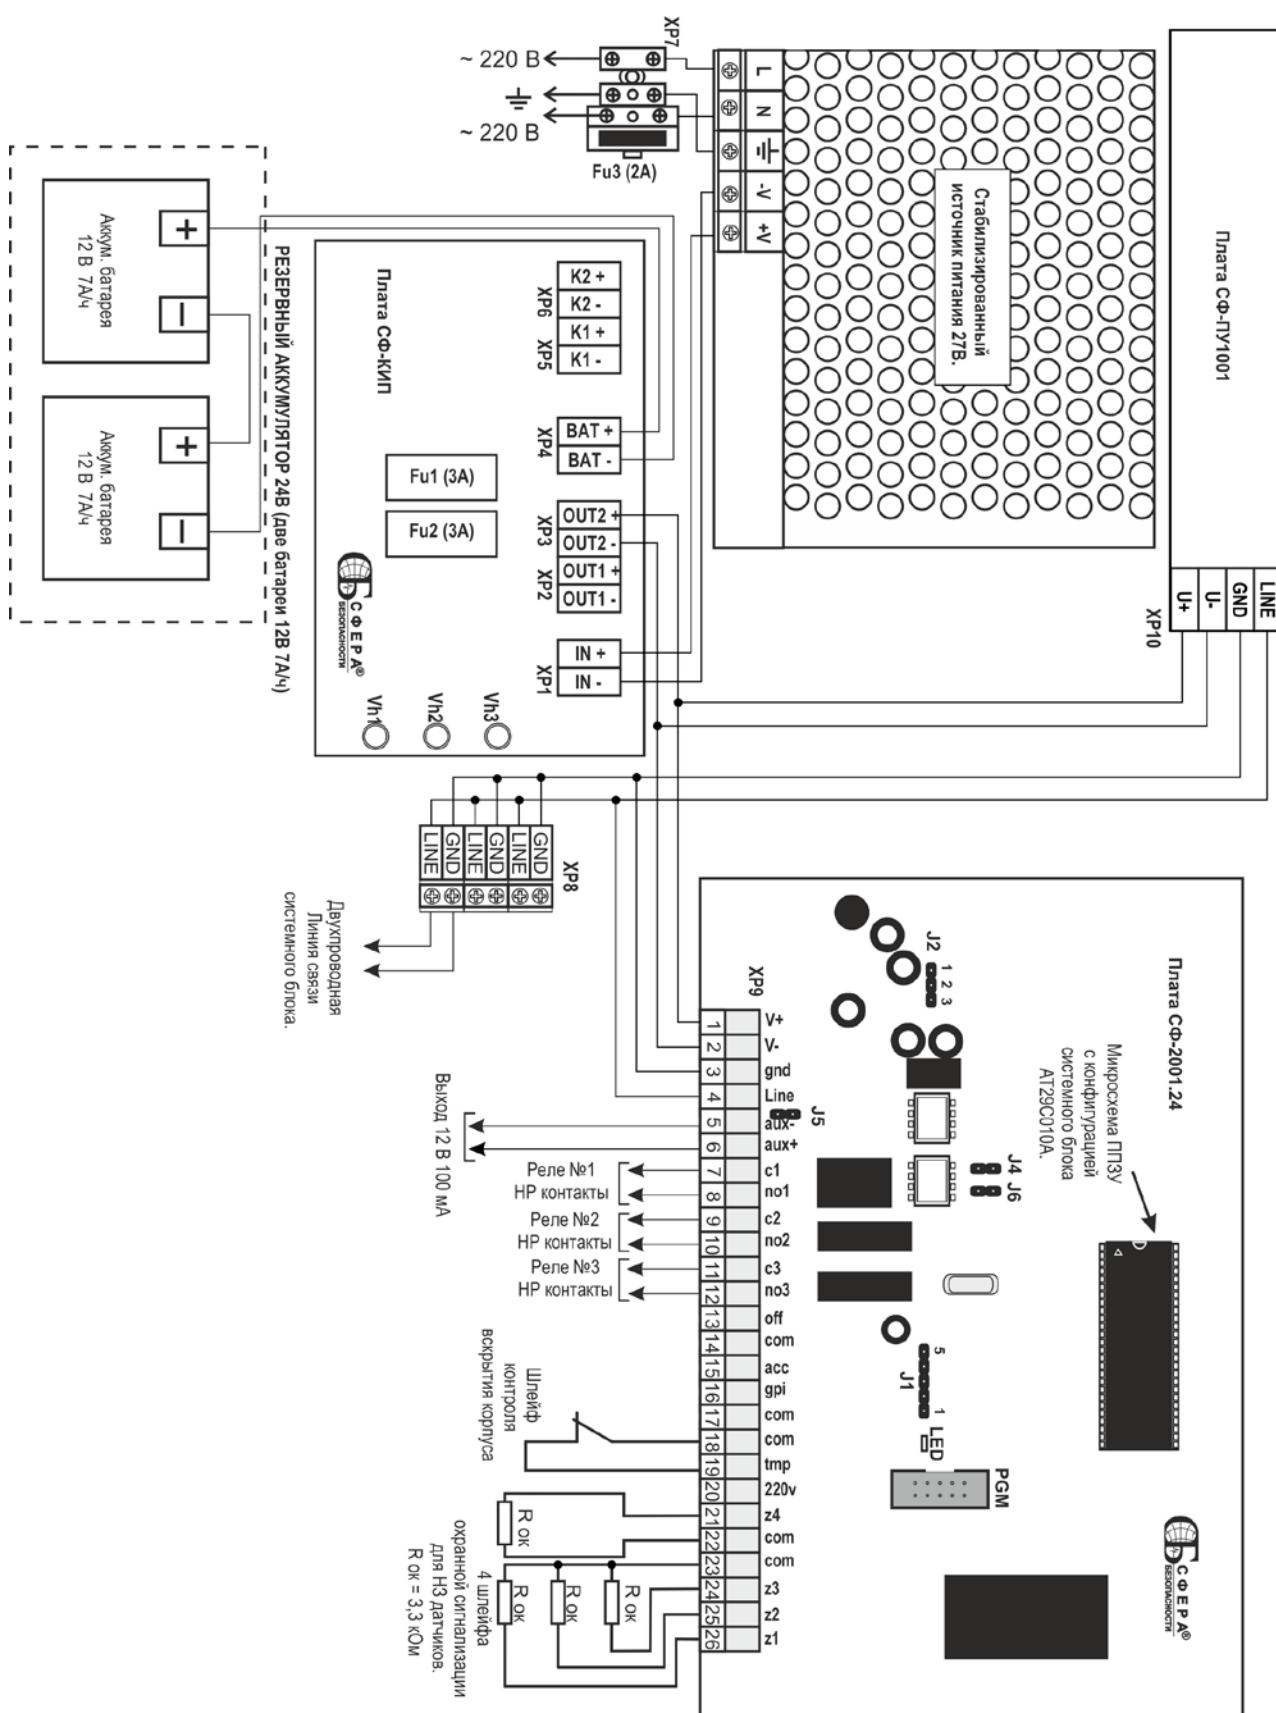

Рисунок 12
На рис.12 показана схема электрическая подключения системного блока СФ-2001-1.24.
На рис.12 показана схема электрическая подключения системного пульта СФ-ПУ1001.
- а) **С помощью программатора СФ-ПМ6040.** Выключите питание системного блока. Извлеките микросхему AT29C010A (рис.12) из платы и установите ее в программатор СФ-ПМ6040, соблюдая ориентацию ключа (на рис.12) ключ обозначен полукругом на корпусе микросхемы). Подключите программатор к COM-порту компьютера. Включите питание компьютера и программатора. Загрузите файл с расширением “bc2” в микросхему AT29C010A используя программу PGM3. Выключите питание программатора и извлеките из него микросхему AT29C010A. Установите микросхему на плату системного блока. Для правильной установки микросхемы соблюдайте ориентацию ключа (на рисунке 10 ключ обозначен полукругом на корпусе микросхемы). Важно!!! При неправильной установке микросхемы может выйти из строя. Включите питание системного блока. Порядок работы с программатором и формирование файла с расширением «bc2» подробно описан в «Руководстве по программированию».